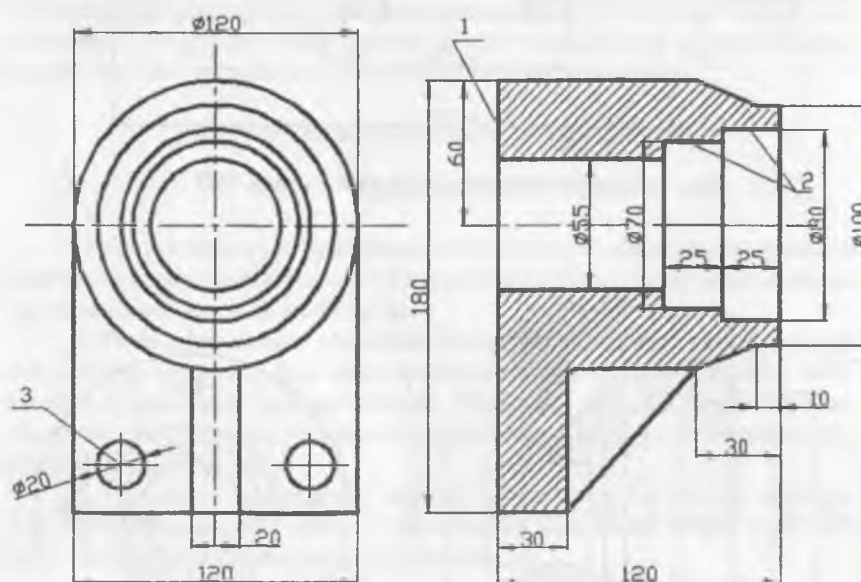

Рис.3. Корпус подшипника. Материал - СЧ12
2. Приведите схемы обработки поверхностей 1, 2, 3 детали, чертеж которой дан на рис. 3. Для каждой схемы укажите название станка, инструмента и зажимных приспособлений. Приведите эскизы инструмента для обработки поверхности 2 и приспособлений для закрепления заготовки при обработке поверхности 3.